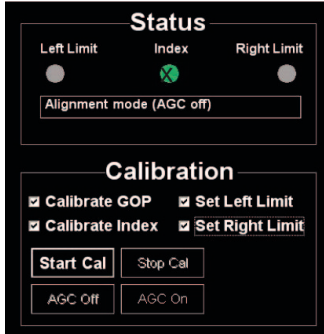

Abb. 20: Status Sensor / Band
2. Betätigen Sie die Taste Start Cal (**Abb. 20**).